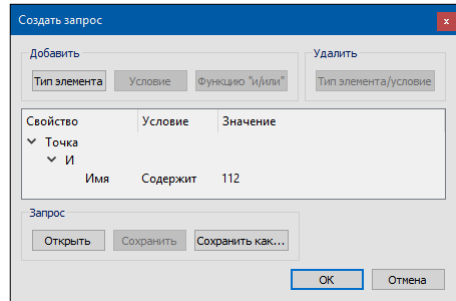

Рис. 7.4
4. Найти точку с именем 112 можно командой меню **Правка/Найти**. В окне параметров в строке **Запрос** выберите **Задан** (двойным кликом по строке). В появившемся окне **Создать запрос** нажмите кнопку **Тип элемента**. Поиск будем производить по свойству-**Точка**, условие поиска **Имя** содержит **112** (рис. 7.4):
Для ускорения выбора объекта классификатора можно использовать поиск по имени или по коду: ввести слово (порой достаточно нескольких букв) или код в строке **Объект классификатора** (рис. 7.4) и нажать <Enter>